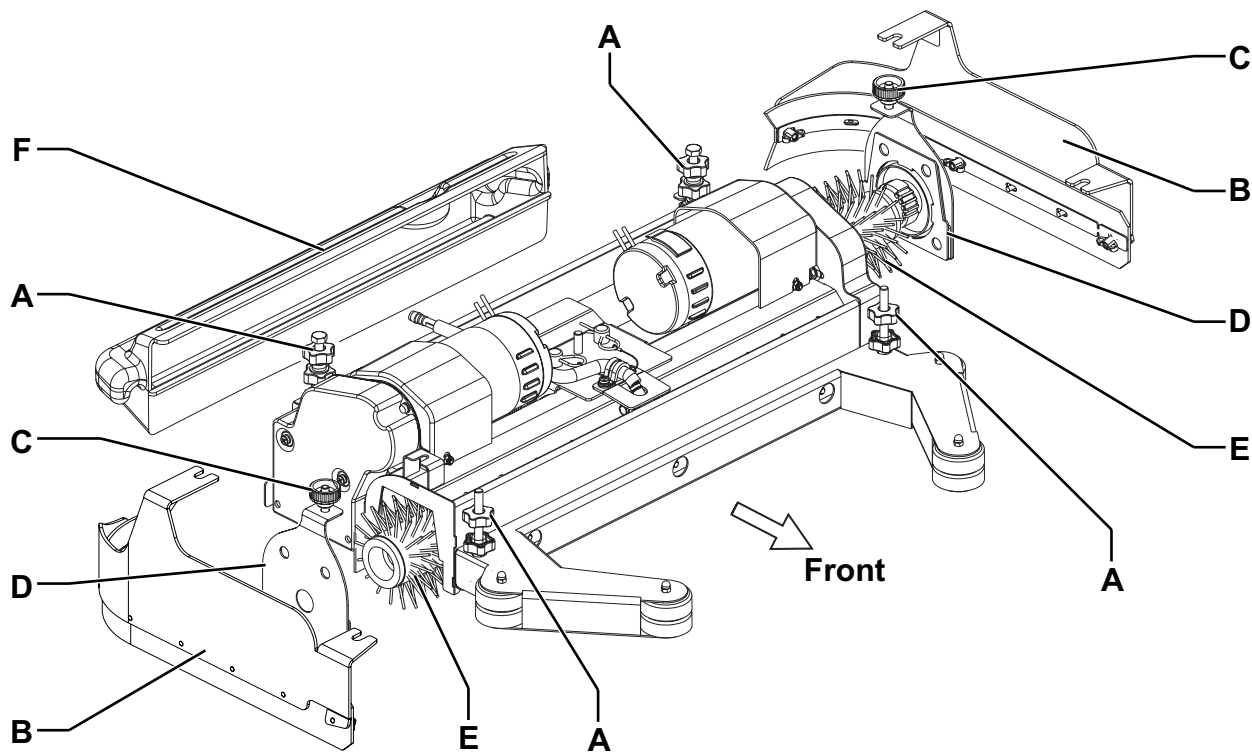

Рис. 2
2. Поднимите платформу, нажав переключатель (67).
3. Поверните ключ зажигания (58) в положение «0» и выньте его.
4. С обеих сторон машины открутите ручки (А, Рис. 2) и снимите детали боковой юбки (В).
5. Открутите ручки (С) и снимите крышки (D), нажав на ручки.
7. Установите крышки (D) и затем закрепите их с помощью ручек (С).